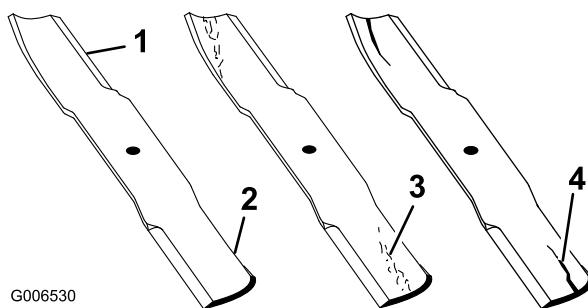

Bild 79
1. Untersuchen Sie die Schnittkanten (Bild 79). Entfernen und schärfen Sie die Messer, wenn die Schnittkanten nicht scharf sind oder Auskerbungen aufweisen. Siehe Schärfen der Messer“.
2. Prüfen Sie die Schnittmesser, insbesondere den gebogenen Bereich (Bild 79).
Wenn Sie Schäden, Verschleiß oder Rillenbildung in diesem Bereich feststellen (Bild 79), sollten Sie sofort ein neues Schnittmesser einbauen.